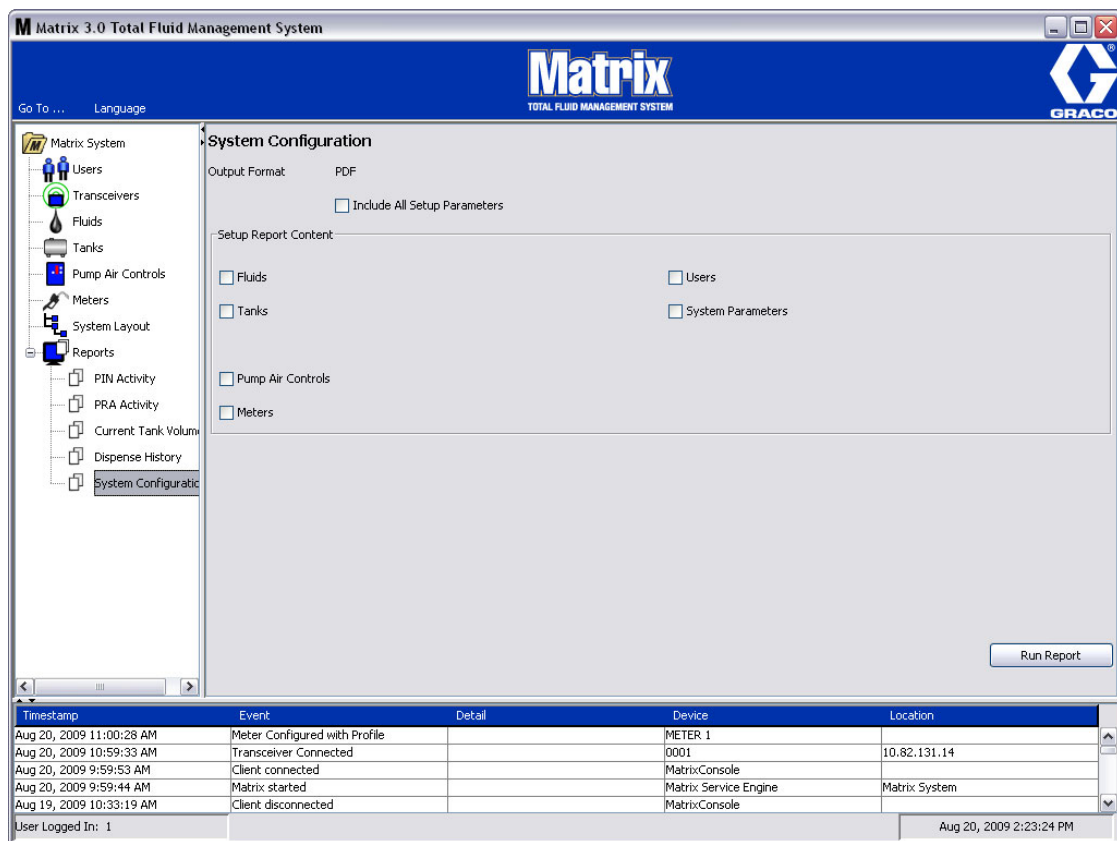

FIG. 109
- Configuración del sistema (FIG. 109)